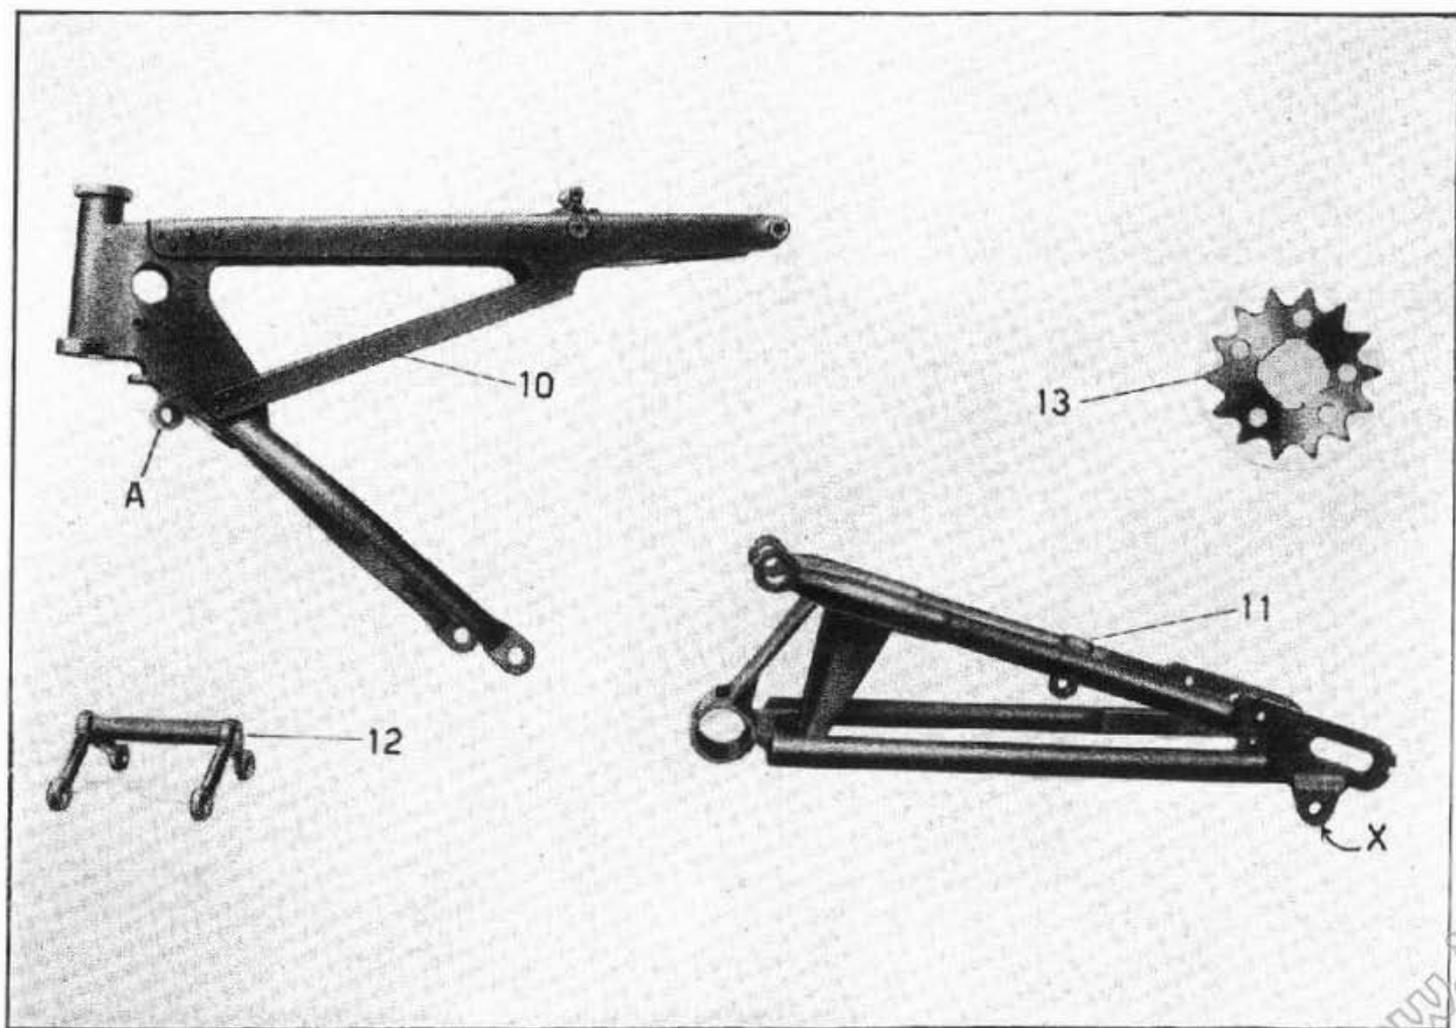
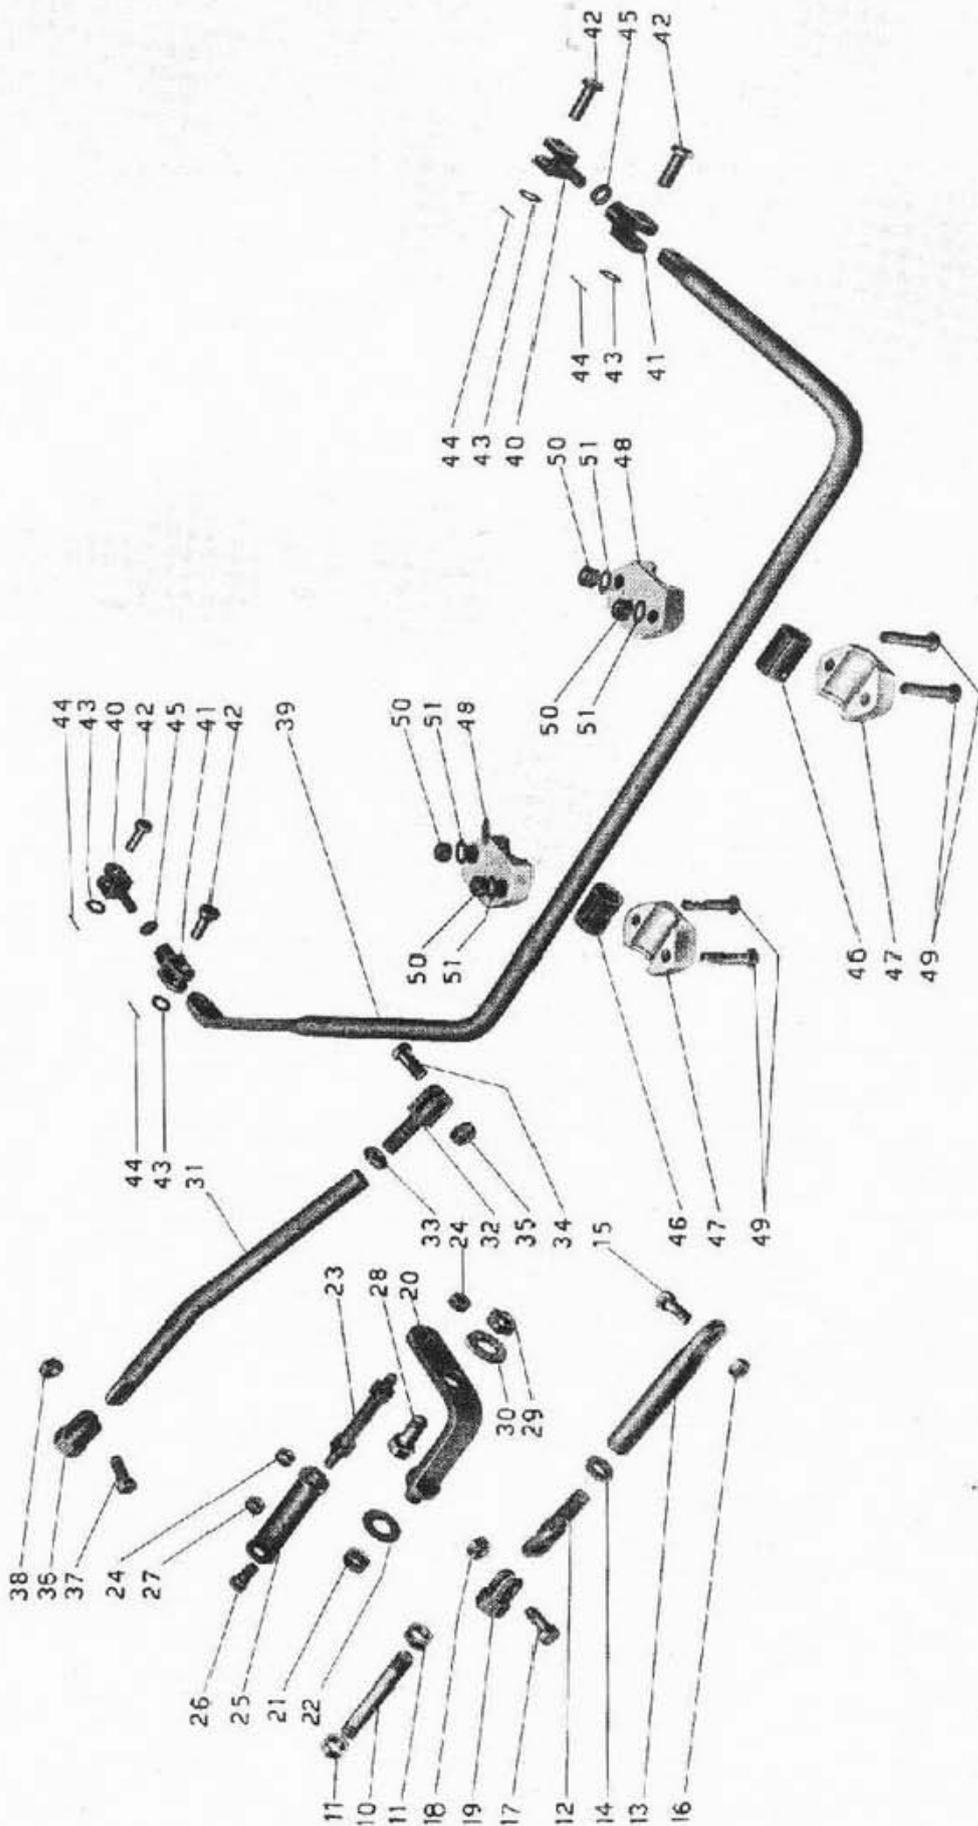

Fig. 5 - Pezzi speciali per moto biposto Alce destinati all'impiego con carrozzino
Fig. 7 - Organi di collegamento della motocicletta al carrozino e barra di torsione
(vedere *fig. 5, 7, 8*)
Il carrozzino è collegato alla motocicletta in quattro punti, distinti colle lettere A, B, C, D, (*fig. 5*) e precisamente:
A) Il tubo anteriore del telaio del carrozzino è fissato mediante il bullone 10 con relativi dadi 11, all'occhio (A) che si trova sotto la pipa di sterzo.
B) Il tubo di destra del telaio del carrozzino è munito di un'orecchia (B), (*fig. 8*). Mediante il bullone 15 con dado 16 questa orecchia si collega col tubo 13 che è internamente filettato ed entro il quale si avvita il pezzo 12 che non è altro che un bullone avente un occhio al posto della normale testa esagonale. Questo bullone viene collegato (mediante il bullone 17 e dado 18) col dado 19 che è provvisto di due orecchie affiancate tra le quali s'incassa l'occhio del pezzo 12. Il bullone di cui il pezzo 19 forma il dado è ancora quello dell'Alce. La serie dei pezzi descritti ancorano l'orecchia (B) (*fig. 5 e 8*) del telaio del carrozzino colla moto. Ciò avviene al punto (B) ove (nel lato sinistro della moto) la scatola che contiene
destra (dadi all'interno). Montare il pezzo 20 introducendo la parte filettata di esso nel foro (C) (fig. 5) ed infilandone il foro inferiore sull'estremità sinistra del bullone speciale 23. Serrare poi i dadi 21 e 24. Sotto il dado 21 va la ranella 22. Sostituire il normale dado del bullone che si trova punto (D) (fig. 5) (sotto la sella), collo speciale dado 36 a due orecchie. Queste devono essere orientate verticalmente. Fare il collegamento in (A) (fig. 5) valendosi del bullone 10 e dado 11. Collegare l'estremità destra del tubo trasversale mediano col pezzo 20 mediante il bullone 28 che va introdotto (dall'interno) nel foro centrale del pezzo 20 e nella feritoia esistente in capo al tubo trasversale. Montare poi la ranella 30 e serrare col dado 29. Comporre nell'ordine descritto il braccio di collegamento al punto (B) regolandone la lunghezza di modo che i fori estremi del detto braccio di collegamento, vengano a corrispondere ai rispettivi fori del pezzo 19 e dell'orecchia (B) (fig. 8)
Collegare la barra di torsione (vedi più avanti capitolo barra di torsione) all'orecchia (X) (fig. 5) del forcellone posteriore oscillante per mezzo del perno 42 con ranella 43 e copiglia 44 (fig. 7).
Togliere il collegamento elettrico alla lampadina laterale, togliere i bulloni 10, 17, 28, 37 (fig. 7), nonché il perno 42 (fig. 7) che collega il forcellone della ruota posteriore alla barra di torsione. Questi pezzi, appena rimosso il carrozino, devono essere infilati nei rispettivi fori perchè non vadano persi.
Il fodero destro è munito di un'orecchia pel collegamento alla barra di torsione. La molla principale 17 appoggia inferiormente alla pedana del telaio del carrozzino. Per montare la molla 17 va prima infilato sul tubo (O) il pezzo 18 che serve per centrare la molla stessa. La molla va montata prima di montare il forcellone oscillante. Indi nel traverso che collega i due foderi e nel tubo (O) va infilato, per di sopra, il tirante 21. Per di sotto vanno infilati entro il tubo (O), la ranella di cuoio 22, la contromolla 20, l'altra ranella di cuoio 22, indi la ranella di ferro 23. Indi vanno avvitati sul tirante 21 il dado 24 ed il controdado 25. Serrare il dado 24 finchè esso cominci a chiudere le spire della contromolla, quando il forcellone è in posizione tale di cominciare a serrare le spire alla molla principale. In testa del tirante, va messa la coppiglia 25 (fig. 5). Il tappo 19 serve per l'introduzione del cacciavite quando occorre regolare la contromolla a forcellone montato. Fra il tappo 19 e la testa del tirante 21 montare le due ranelle spaccate 26 che hanno la funzione di impedire lo sbattimento del tirante quando esso non è in tensione. Si vede ancora dalla figura che per montare il perno principale 11 esso va infilato prima attraverso il foro superiore dell'orecchia (F), poi attraverso le bronzine 16 del forcellone oscillante (previamente introdotto fra le orecchie (E) ed (F), poi attraverso la ranella 13 e per ultimo attraverso il foro dell'orecchia (E). Ciò fatto si avvitano parzialmente sulle estremità del perno 11; due bulloni 12 che sono provvisti di corona ribassata, corona che deve entrare sul foro delle orecchie (E) ed (F). Prima di serrare
(vedi fig. 7)